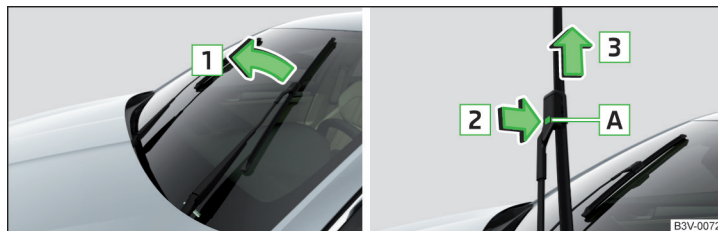

Fig. 358 Cambiar las escobilla limpiacrystales del parabrisas
- Levantar la varilla del limpiaparabrisas del cristal en el sentido de la flecha **1** » fig. 358.